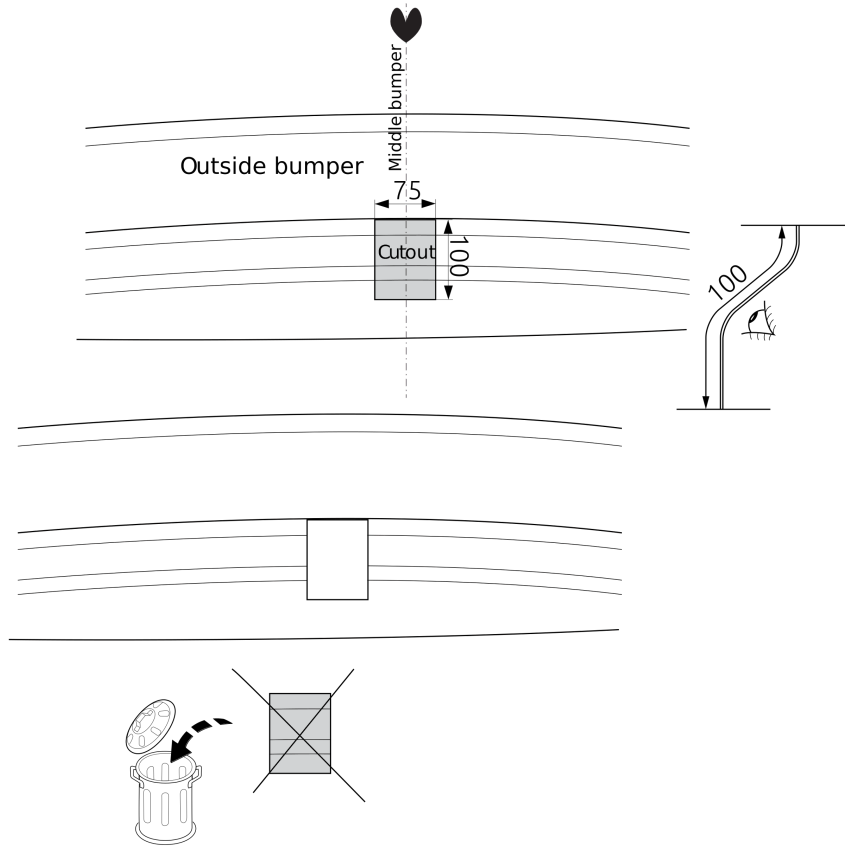

Fig. 2
7. Выпилить часть из бампера в середине снизу, как указано на рис. 2.